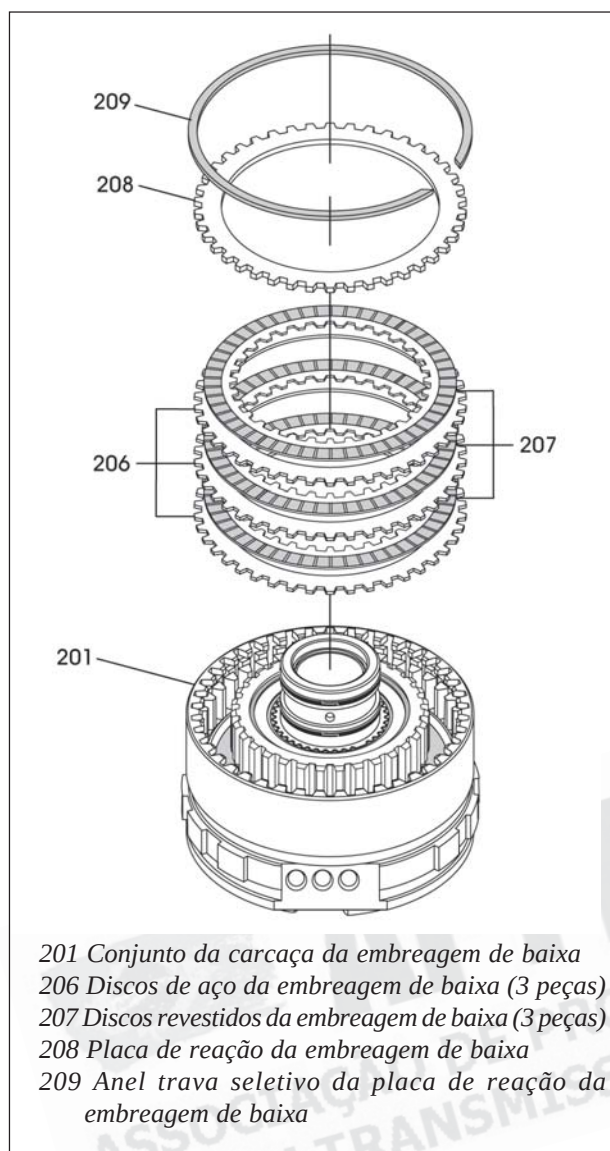

Figura 149
11. Instale os discos da embreagem de baixa começando com um disco de aço e alternando com um de composite até instalar três de cada, conforme mostra a figura 149.
12. Instale a placa de reação da embreagem de baixa no topo do ultimo disco revestido, conforme indica a figura 149.
13. Instale o anel trava seletivo da placa de reação, conforme mostra a figura 149.